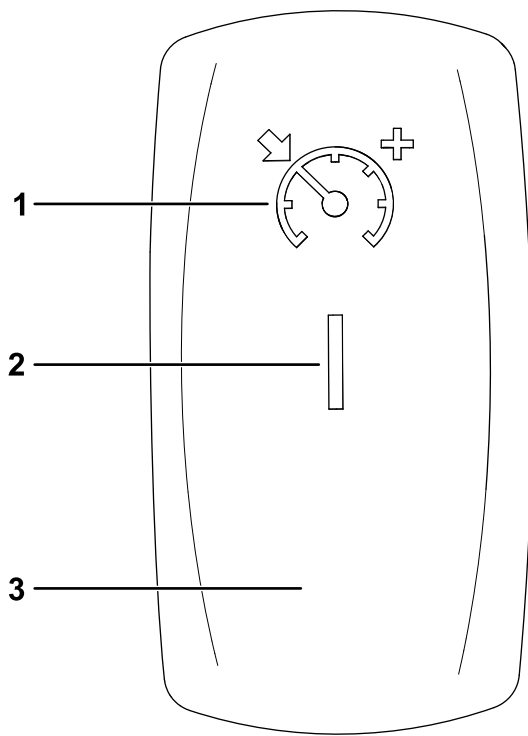

Figure 15
1. Placez la commande du régulateur de vitesse en position ACTIVÉE (Figure 15).
2. Lorsque vous roulez à la vitesse souhaitée, appuyez sur le haut de la commande du régulateur de vitesse pour activer/programmer le régulateur de vitesse (Figure 15).
Pour augmenter la vitesse programmée sur le régulateur de vitesse, appuyez sur le haut de la commande jusqu'à ce que la vitesse voulue soit atteinte (Figure 15).
Pour désactiver le régulateur de vitesse, appuyez sur le bas de la commande (position DÉSACTIVÉE) (Figure 15).